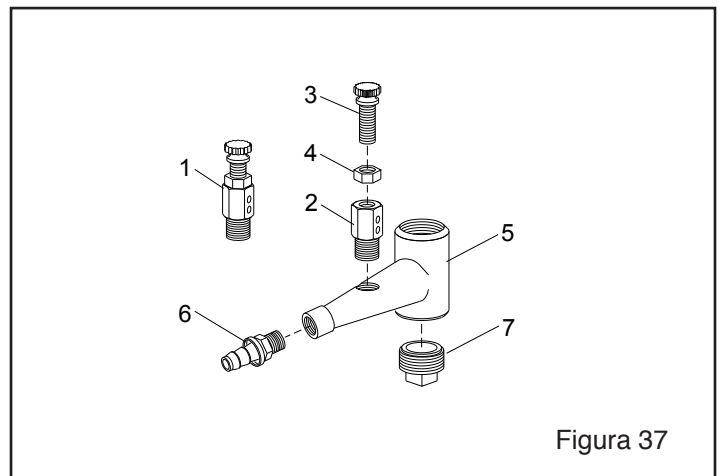

Figura 37
9.8 Ensamble de Válvula Dosificadora, Figura 37